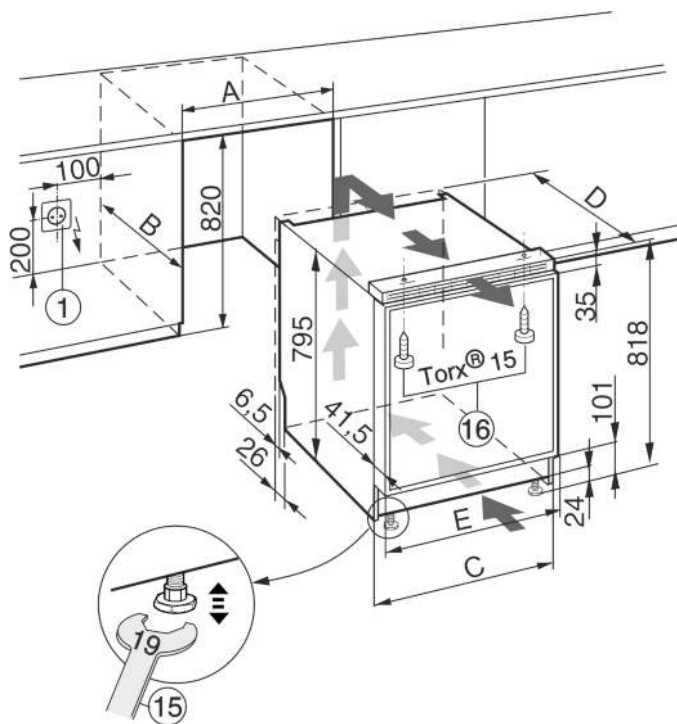

Fig. 12
- ☐ Розетка Fig. 12 (1) должна находиться рядом с устройством и должна быть легко доступной.
- ▶ Выверните устройство, вращая установочные ножки приложенным рожковым ключом Fig. 12 (15).
- ▶ Закрепите устройство прилагаемыми винтами Fig. 12 (16) вверху на столешнице и/или на кухонной мебели.